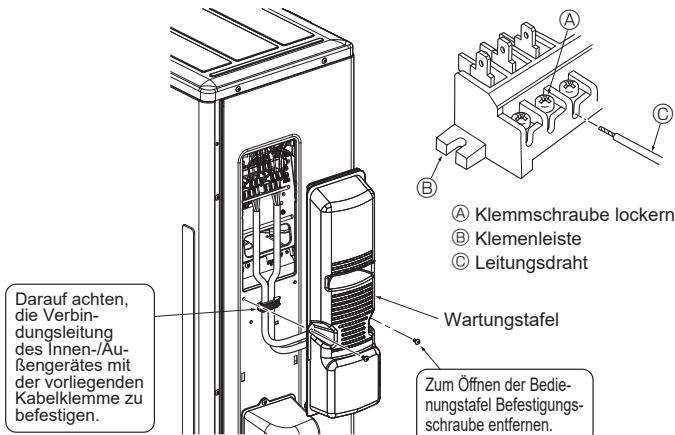

Fig. 6-3
6.1. Außeneinheit (Fig. 6-1, Fig. 6-2, Fig. 6-3)
- ① Die Wartungstafel entfernen.